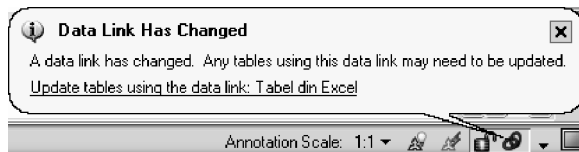

Fig. 6.52 Atenționarea asupra modificării fișierului sursă
2. Se revine în *AutoCAD*. În colțul din dreapta al liniei de stare a apărut un balon de atenționare, ca în Fig. 6.52.